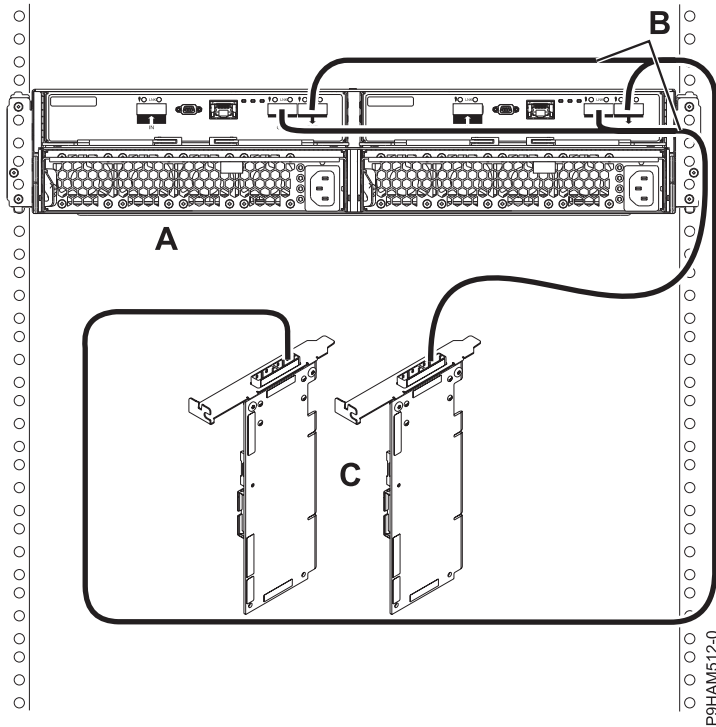

Abbildung 25. Modus 1-Anschluss eines Plattenlaufwerkgehäuses 5887 mit YO-Kabeln an ein SAS-Adapterpaar
16. Schließen Sie ein Gehäuse im Modus 1 (A) mit YO-Kabeln (B) an ein SAS-Adapterpaar (C) an, wie in Abb. 25 auf Seite 24 dargestellt, und fahren Sie anschließend mit „Kabel und Netzkabel anschließen und Abdeckungen installieren“ auf Seite 29 fort.